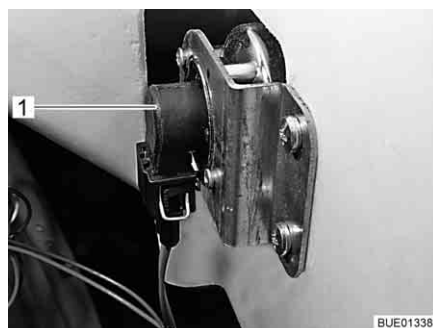

Fig. 270 Indicatore di direzione
- Afferrare dietro il supporto lampada (Fig. 270,1).